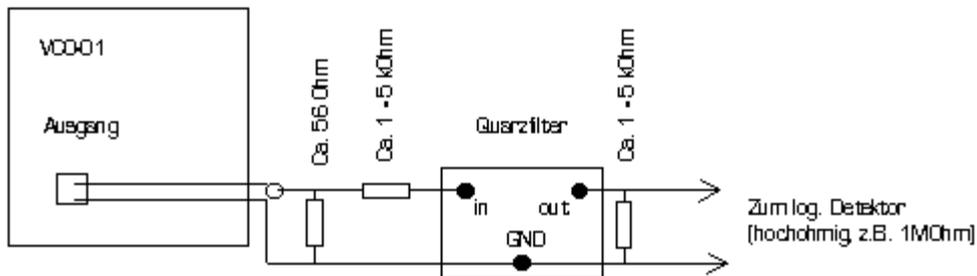

Bild 2 Beispiel für Filteranschluß
Mit dem Schalter (2) kann der Ausgangspegel in drei Stufen eingestellt werden, der je nach verwendetem Meßobjekt (Durchgangsdämpfung) und der Detektorempfindlichkeit gewählt wird. Es muß dabei auf eine möglichst große Aussteuerung des Detektors geachtet werden (maximaler Dynamikbereich), ohne dabei das Meßobjekt oder den Detektor zu übersteuern. An (6) wird das Meßobjekt angeschlossen, wobei ggf. durch ein Anpaßglied der korrekte Abschlußwiderstand von 50Ω für den VCO und die Speiseimpedanz für das Meßobjekt hergestellt wird. Bild 2 zeigt ein Beispiel für den Anschluß eines Quarzfilters.